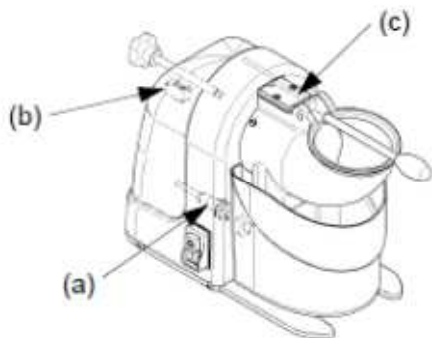

Рис. 7
Перед тестированием машины, убедитесь, что (рис. 7):
- 5. проверьте, не включается ли машина при вставлении ключа (пункт В), держите руки подальше от машины (рис. 7).
5.2 – Расположение предохранительных микро выключателей (см рис. 7)
3. вставьте ключ в отверстие на обратной стороне измельчителя (см. рис. 7) и поверните ключ по или против часовой стрелки, проверяя изменения толщины измельчения в контейнере при поднятом прижимном рычаге;